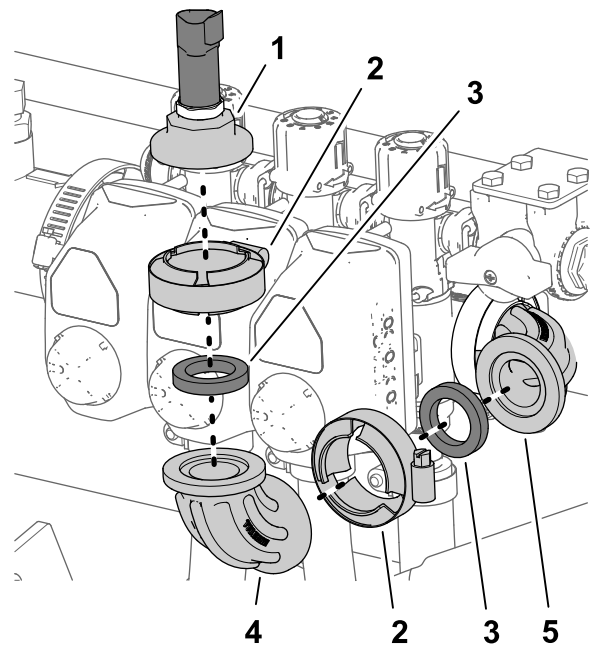

Bild 31
2. Entfernen Sie die Flanschklammer, den 90°-Krümmer (ohne Anschluss) und die Dichtung des 90° -Krümmer mit Anschluss (Bild 31).
3. Fluchten Sie den Anschlussstückdeckel und die Dichtung mit dem Flansch am 90°-Krümmer am Ende des rechten Abschnittventils aus (Bild 31).
1. Entfernen Sie die Flanschklammer, mit der der Anschlussstückdeckel, der Druckwandler und die Dichtung am 90°-Krümmer des rechten Abschnittventils befestigt sind, und entfernen Sie den Deckel, den Druckwandler und die Dichtung (Bild 31).
4. Befestigen Sie den Anschlussstückdeckel und die Dichtung mit der Flanschklemme am 90°-Krümmer (Bild 31).